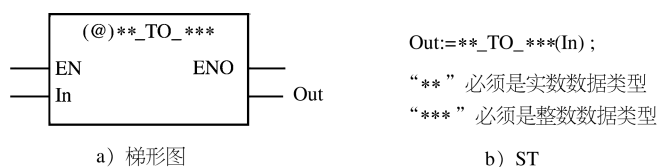

图 4-64 * *_TO_*_*_* (Real Number-to-Integer Conversion Group) 指令的梯形图及 ST
(1) 指令的梯形图及 ST
* *_TO_*_*_* (Real Number-to-Integer Conversion Group) 指令的梯形图及 ST 如图 4-64 所示。